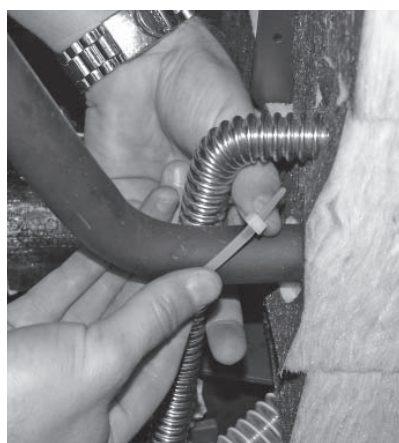

Fig. 24 Fissare il tubo ondulado di ritorno al tubo di mandata mediante la fascetta serracavi
- Fissare il tubo ondulado di ritorno al tubo di mandata mediante la fascetta serracavi (Fig. 24) e ricollocare in posizione l'isolamento.